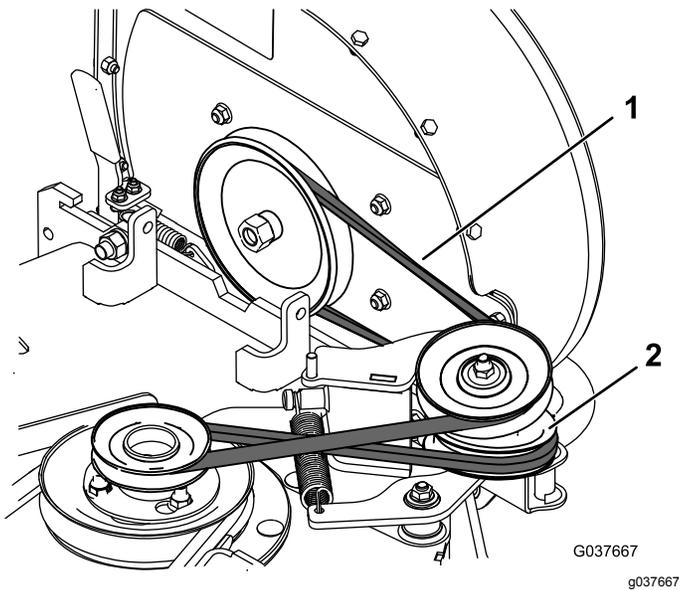

Figure 26
6. Tirez sur la poulie de tension rappelée par ressort pour détendre la courroie (Figure 26).
9. Installez la courroie autour des poulies de ventilateur et de tension, comme montré à la Figure 26.